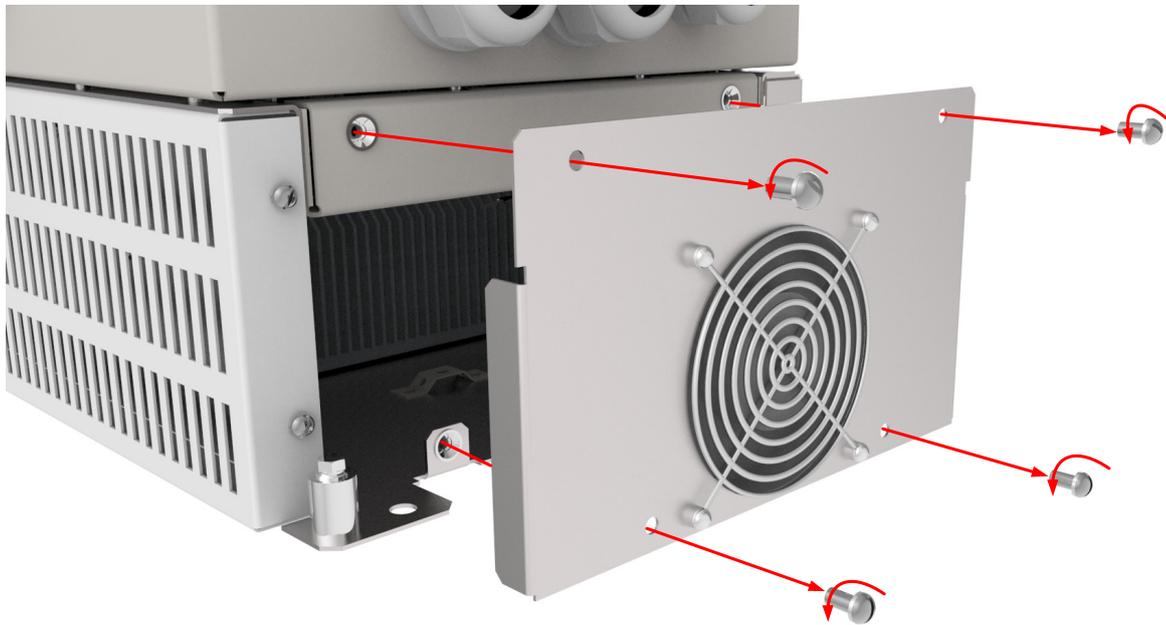

Рисунок 14.2 — Снятие панели вентиляторов электроприводов моделей АТ24-5К5...55К-380-Н*****
2. Снимите панель вентиляторов. (см. рис. 14.2).